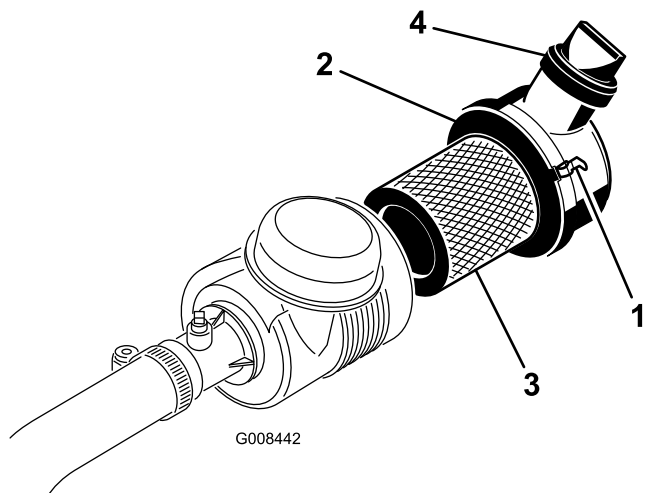

図 37
1. エアクリーナのカバーをボディーに固定しているラッチを外す(図 37)。
7. カバーを取り付け、ラッチを掛ける（図 37）。